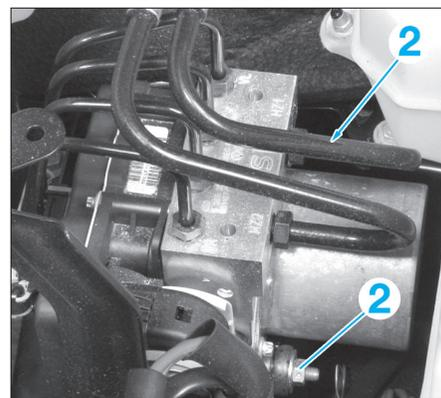

Fig. 12
- Déposer les vis de fixation (2) (Fig.12).